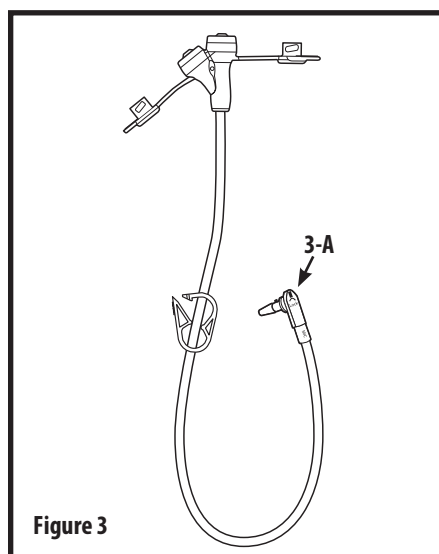

Figure 3
2. Sett i MIC-KEY® kontinuerlig mating forlengersett med ENFit® kontakter ved å rette inn den svarte streken på SECUR-LOK® kontakten (**Fig 3-A**) med den svarte streken på MIC-KEY® jejunar-porten (**Fig 1-B**).
3. Lås settet fast ved å skyve inn og vri SECUR-LOK® kontakten (**Fig 3-A**) MEDURS til du merker lett motstand (omtrent ¼ omdreining).
4. Fjern forlengersettet ved å dreie det MOTURS til den svarte linjen på SECUR-LOK® kontakten (**Fig. 3-A**) stemmer med den svarte linjen på MIC-KEY® jejunal-porten (**Fig. 1-B**).